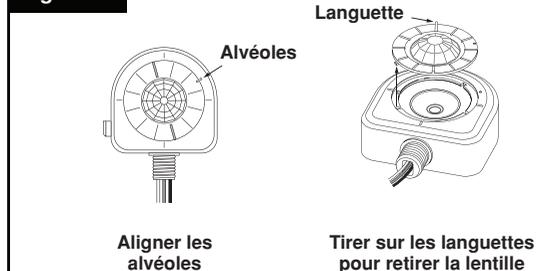

Figure 7B
4. Là où cela est requis, insérer le masque d'allée sous la lentille. **REMARQUE :** positionner le masque en fonction de l'orientation de l'allée à contrôler (**figure 7B**).